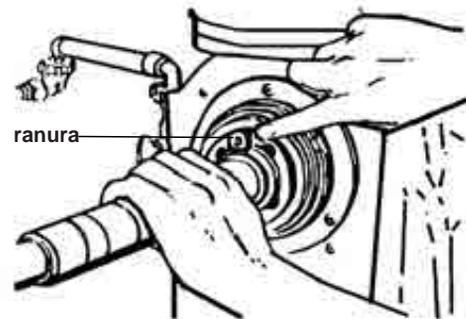

Fig.3
- 2) Apriete por medio del tirante (Figs. 3 y 4).